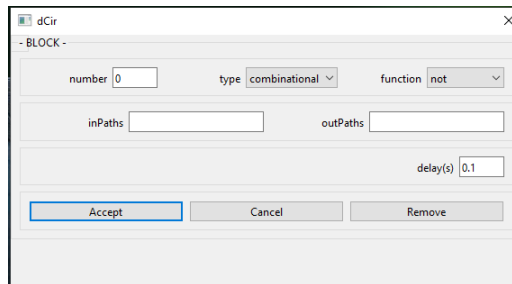

Fig.8: inserción de un bloque
- b) Clicar botón izquierdo sobre *Blocks*; aparece la fig. 8. En el desplegable *type* se dispone de los tipos de bloques *combinational*, *sequential*, *node*, *portIn*, *portOut*, *tap* y *memory*. Para cada tipo de bloque, se deben definir diferentes parámetros. En *inPaths* y *outPaths* se deben dar los números de referencia de los caminos que entran y salen del bloque, separados por comas. En *delay* se indica el tiempo de retardo del bloque, en segundos. Los tipos *combinational* y *sequential* disponen de subtipos.